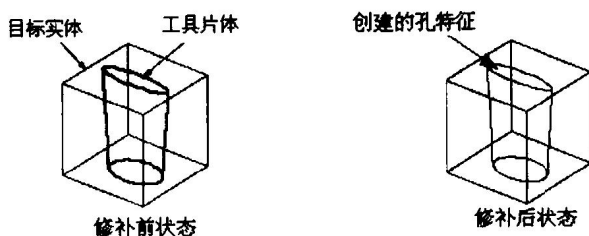

图 1-9 修补结果
2. **Create Hole Patch**: 该选项用于在目标实体上创建一个孔。该孔是工具片体所包围的部分, 必须要求选择的工具片体是封闭的, 利用该选项, 可以在实体上产生不规则的孔, 如图 1-9 所示。